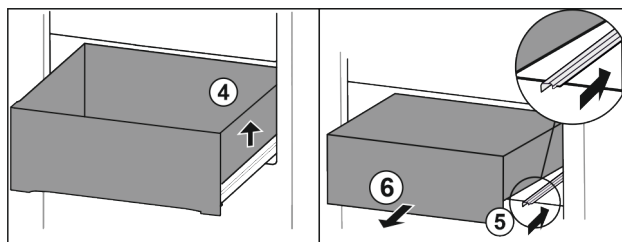

Fig. 107
- ▶ Nadzvedněte zásuvku vpravo. Fig. 107 (4)
- ▶ Zasuňte pravou kolejničku. Fig. 107 (5)
- ▶ Vyjměte zásuvku dopředu. Fig. 107 (6)